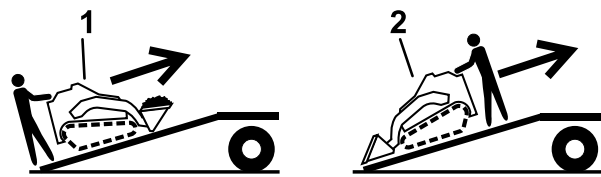

图 7
5. 让机器较重的一端在坡道上面以减轻负载将机器装载到拖车上图 7。